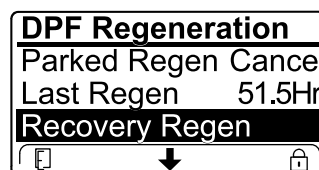

図 51
- エンジンコンピュータがリカバリ再生を要求していないのに、リカバリ再生 RECOVERY を選択することはできません。リカバリ再生はロックされ、施錠アイコン 図 51 がインフォセンターの右下に表示されます。